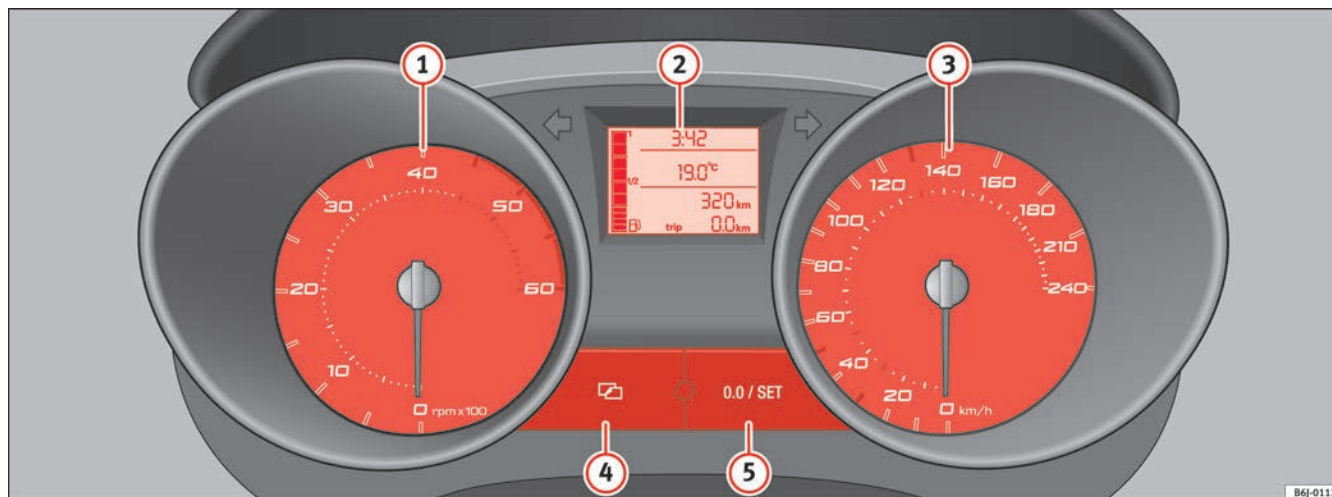

Abb. 30 Ausschnitt aus der Instrumententafel: Kombiinstrument
Der Beginn des roten Bereichs ⇒ Seite 55, Abb. 30 ① weist auf die maximale Motordrehzahl bei Betriebstemperatur hin. Vor Erreichen dieses Bereiches sollte in den nächsthöheren Gang geschaltet oder die Wählhebelstellung D gewählt oder der Fuß vom Gaspedal genommen werden.
- Zum Einstellen der Uhrzeit drücken Sie die Taste **4** ⇒ Seite 55, Abb. 30. Die Option „Stunden“ blinkt am Display auf und mit der Taste **5** „SET“ ⇒ Seite 55, Abb. 30 stellt man diese ein.
Das untere Zählwerk registriert die Kurzstrecken. Die letzte Stelle steht für Strecken von 100 m. Der Kurzstreckenzähler kann durch Drücken des Rückstellknopfs ⇒ Seite 55, Abb. 30  auf Null gestellt werden.